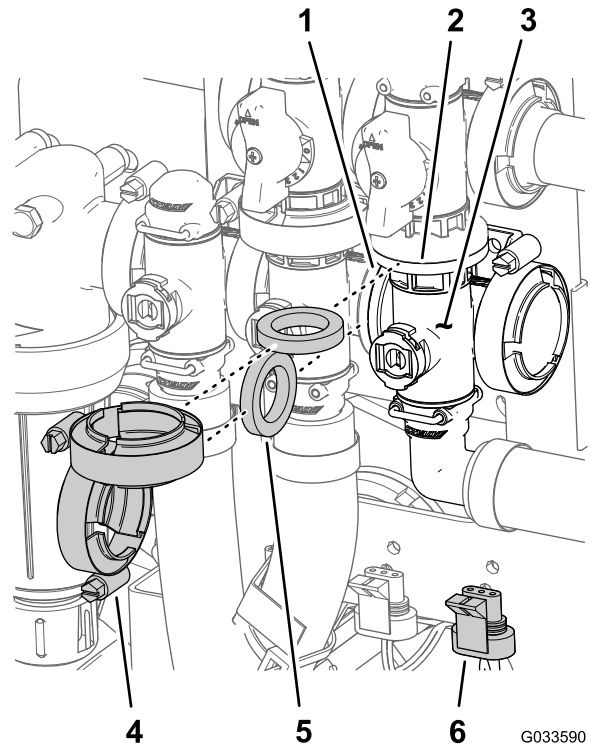

Figure 129
1. Alignez la bride du collecteur de la vanne générale des rampes, un joint et la bride de la vanne de dérivation générale (Figure 129).
2. Fixez en place le collecteur de la vanne générale, le joint et la vanne de dérivation générale des rampes avec un collier serré à la main (Figure 129).
3. Alignez la bride du collecteur de la vanne générale des rampes, un joint et le collecteur de la vanne d'agitation (Figure 129).
4. Fixez en place le collecteur de la vanne générale des rampes, le joint et le collecteur de la vanne d'agitation avec un collier serré à la main (Figure 129).
- Fixez la vanne d'agitation sur son support à l'aide du boulon à embase et du contre-écrou à embase (Figure 129) que vous avez retirés à l'opération 3 de Dépose du collecteur de la vanne générale des rampes \(page 84\), et serrez l'écrou et le boulon à un couple de 10 à 12 N·m (90 à 110 po-lb).